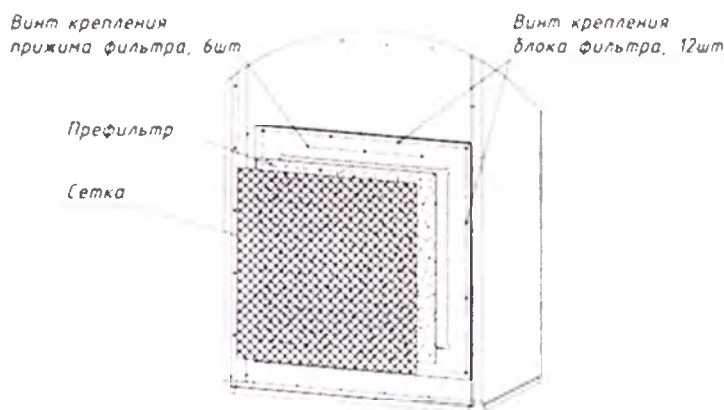

Рис. 4. Замена префильтра
- 3) Извлечь из блока фильтра (рисунок 4) сетку, потянув за неё в центральной точке.
- 4) Извлечь из блока фильтра (рисунок 4) префильтр, потянув за него в центральной точке.
- 5) Открутить винты крепления блока фильтра (рисунок 4), расположенные по периметру, и снять блок фильтра. При снятии блока фильтра следует соблюдать осторожность, т.к. блок закреплен только при помощи винтов.